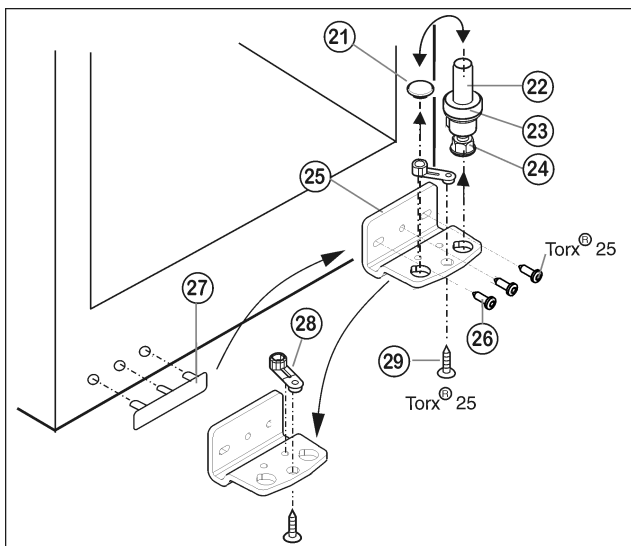

Fig. 5
- ▶ Зніміть, потягнувши догори, опорний гвинт Fig. 5 (22) у комплекті, разом з шайбою Fig. 5 (23) та установочною ніжкою Fig. 5 (24).
- ▶ Зніміть Fig. 5 (21) пробку.
- ▶ Відгвинтіть Fig. 5 (26) опорний кронштейн Fig. 5 (25).
- ▶ Відкрутіть Fig. 5 (29) опорну деталь Fig. 5 (28) і вставте в протилежний отвір опорного кронштейну, знову пригвинтіть.
- ▶ Обережно зніміть кришку з боку ручки Fig. 5 (27) і переставте на протилежний бік.
- ▶ Пригвинтіть опорний кронштейн Fig. 5 (25) на новий бік шарніра (з моментом 4 Нм). За потреби використовуйте викрутку з акумулятором.
- ▶ Знову вставте пробку Fig. 5 (21) в отвір, що залишився вільним.
- ▶ Встановіть на місце опорний гвинт Fig. 5 (22) у комплекті, разом з шайбою та установочною ніжкою. При цьому виступ фіксатора повинен бути спрямований назад.
- ▶ Встановіть дверцята згори на нижній опорний гвинт Fig. 5 (22).
- ▶ У разі необхідності за допомогою двох довгастих отворів на опорному кронштейні знизу Fig. 5 (25) встановіть дверцята на одній осі з корпусом. Для цього викрутіть середній гвинт.